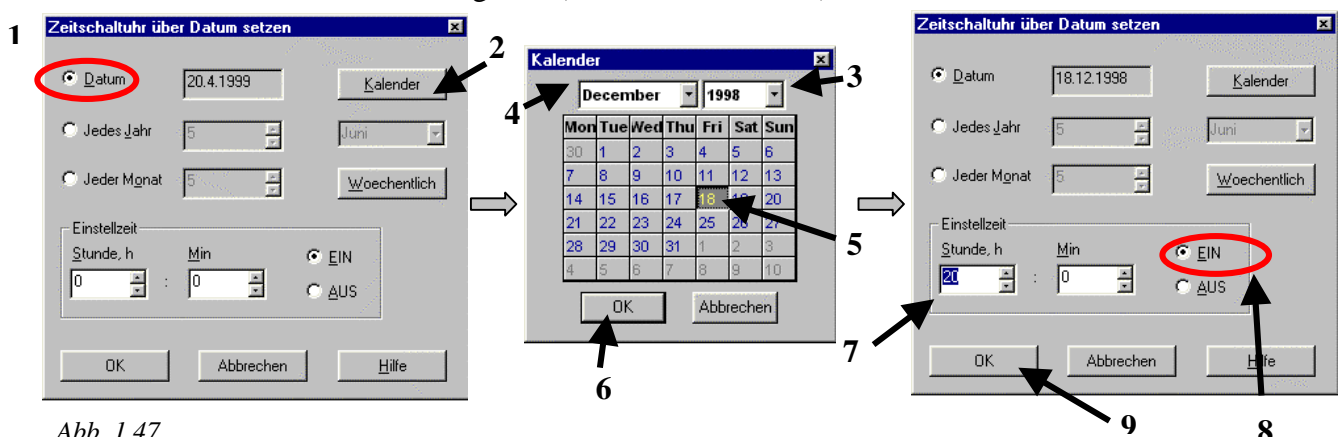

Abb. 1.47
10. Es öffnet sich ein weiteres Dialogfeld (**Zeitschaltuhr über Datum setzen**), in dem die Option **Datum** aktiviert wird (Schritt 1, Abb. 1.47), um die Datumsangaben nach Klicken auf die Schaltfläche **Kalender** einzugeben (Schritt 2, Abb. 1.47).
12. Bestätigen mit **OK** (Schritt 6, Abb. 1.47).
13. Uhrzeit eingeben, d. h. **20:00** (Schritt 7, Abb. 1.47) und **EIN** aktivieren.